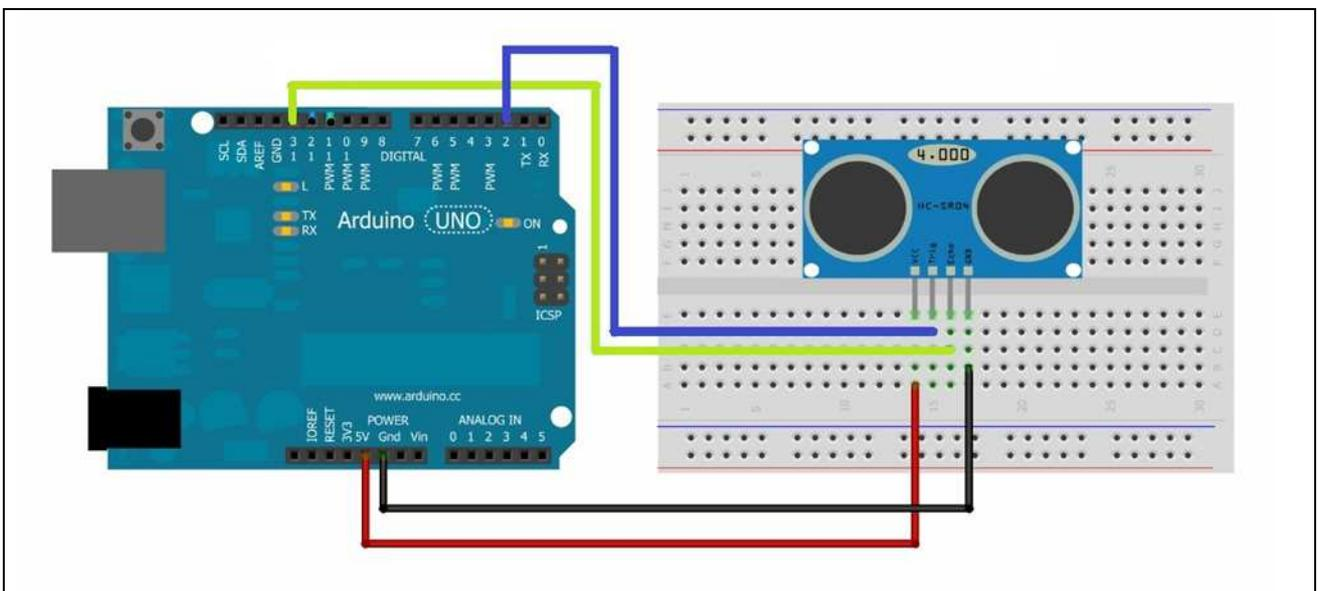

Figura 6 – Schema del collegamento del sensore SR04 alla scheda Arduino (ATTENZIONE, il colore dei fili non corrisponde)
Il sensore è sostanzialmente costituito da due parti una emette un ultrasuono a 40 kHz e l'altra riceve questa frequenza se e quando ritorna indietro riflessa da un ostacolo. L'interfacciamento del sensore ad ultrasuon SR04 con Arduino è abbastanza semplice (vedi anche figura 6); il sensore ha quattro pin (da sinistra a destra):
**Nota 2:** per quanto riguarda le porte digitali non è necessario usare la 2 e la 13 come indicato in figura 6 ma se ne possono utilizzare due qualunque.